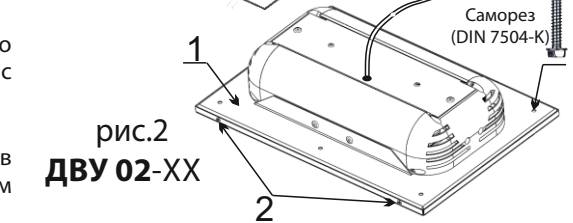

рис.2
**5.2** Для монтажа светильников серии ДВУ (ДВУ 02,42-хх) необходимо (см. рисунок 2):